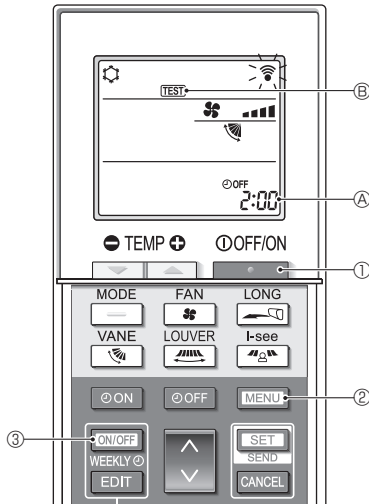

Fig. 7-5
■ Çalışma testi (Fig. 7-5)
- Klimayı durdurmak için [OFF/ON] düğmesine ① basın.
- Haftalık zamanlayıcı etkinleştirilmişse ([WEEKLY] açık), devre dışı bırakmak ([WEEKLY] kapalı) için [ON/OFF WEEKLY] düğmesine ③ basın.
- 5 saniye boyunca [MENU] düğmesine ② basın.
- [MENU] düğmesine ② basın.